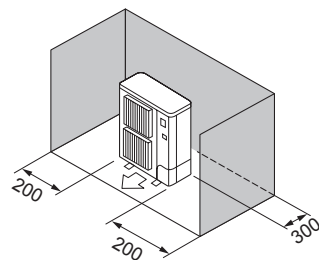

Fig. 2-5
- ③ Окружающие предметы сзади и по бокам (Fig. 2-5)